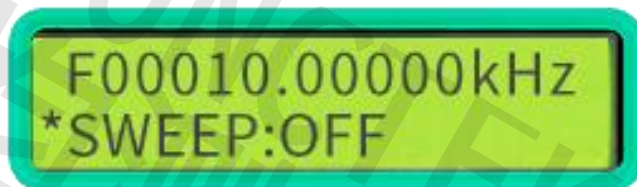

图 3-2-18
(5) 确定扫描方式后，按下【AMPL/PgDn】键进入扫频控制页面如下图 3-2-18 所示，然后按下【OUT/OK】键开启 (ON) 或关闭 (OFF) 扫频功能。